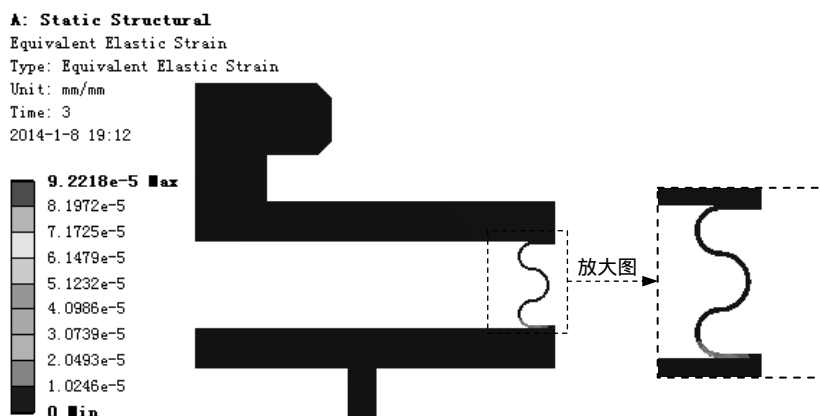

图 9.7.28 应变结果图解
(3) 查看应变结果图解。在“Outline”窗口中选中 **Equivalent Elastic Strain**，查看图 9.7.28 所示的应变结果，其最小应变为 0 mm/mm，其最大应变为 9.2218×10^{-5} mm/mm。